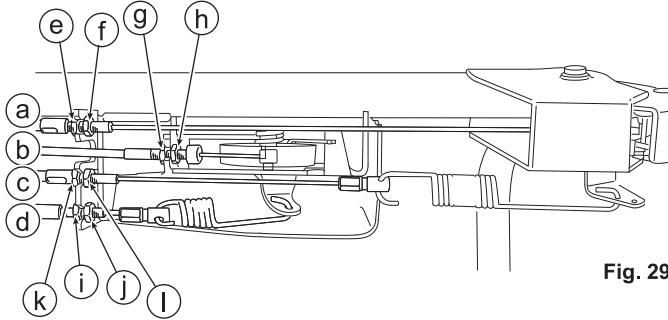

Fig. 29
8.6.1 Manette des gaz (Voir Figs. 29 et 30)
8.6.2 Levier d'embrayage de la lame (Voir Figs. 29 et 31)
3. Vérifiez que la lame s'arrête complètement lorsque vous relâchez le levier d'embrayage de la lame (C).
8.6.3 Levier d'embrayage (Voir Figs. 29 and 32)
3. Vérifiez que la machine peut être tirée vers l'arrière lorsque le levier d'embrayage (B) est relâché.
8.6.4 Levier de changement de vitesse (Voir Figs. 29 et 33)